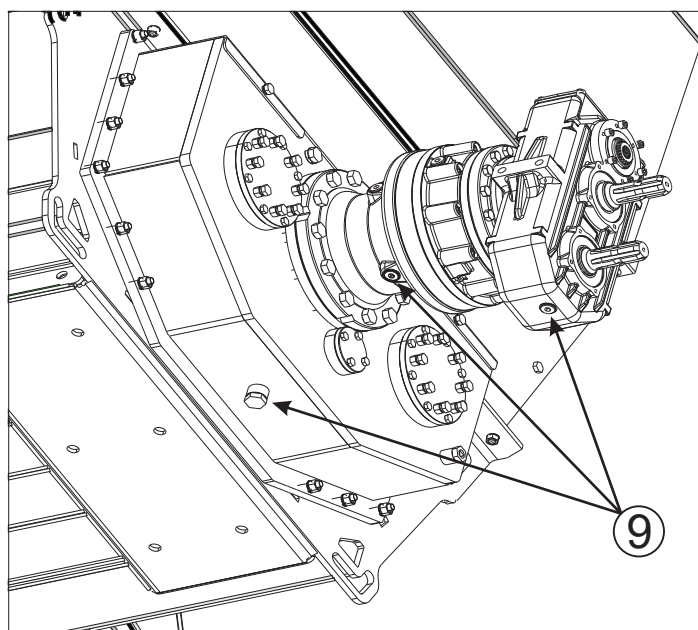

Fig. 23 - Drenagem
Para substituir o óleo das caixas, remova os bujões de drenagem (9) na parte inferior. (Fig. 23) Drene o óleo em um recipiente. A MENTA recomenda enfaticamente que você siga as regras ambientais para resíduos de óleo drenado.
Verifique o nível do óleo hidráulico (6) para ver se a óleo suficiente no sistema. (Fig. 23) Para remover o ar do sistema hidráulico, opere a TDP por alguns minutos com o equipamento vazio.